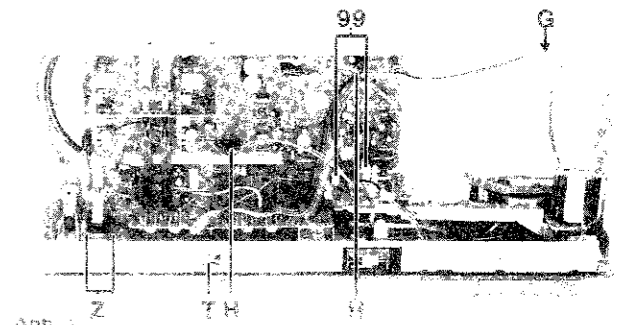

Abb. 1
- Bodenbruch 20-2 und Gehäuseoberfläche (Abb. 1) zerlegen